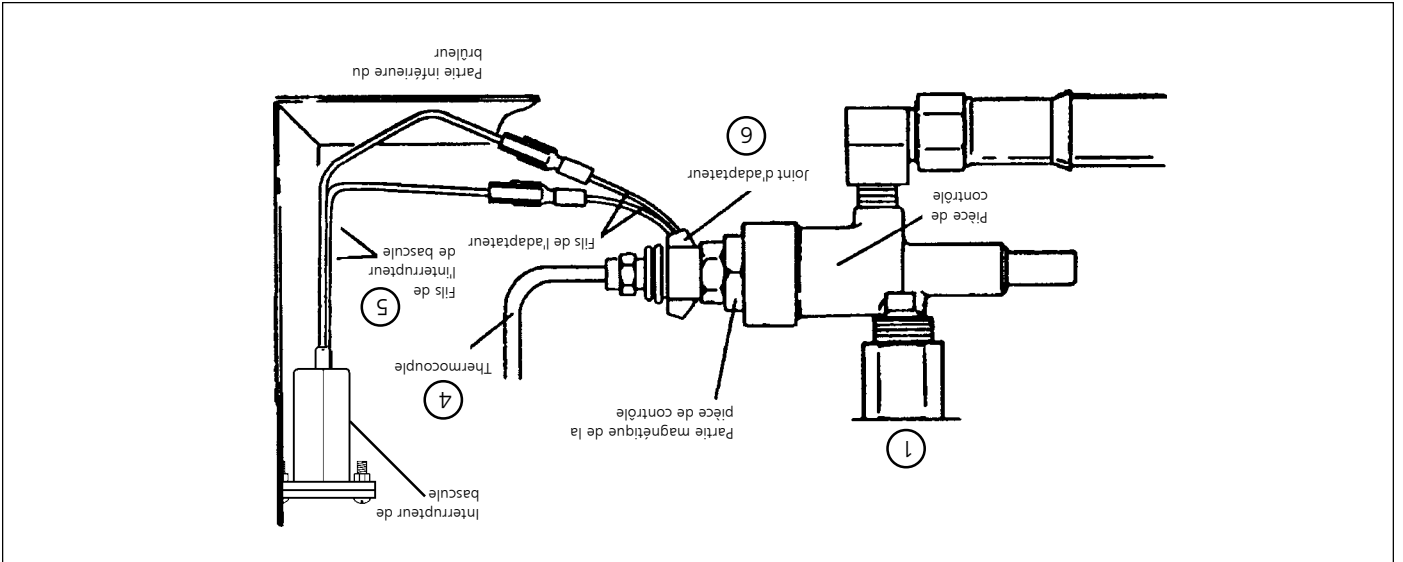

Figure 4
- Les fils branchés à l'interrupteur de bascule sont bien fixés. (voir fig. 4)